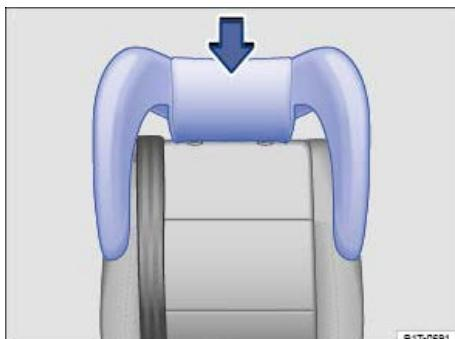

Abb. 105 Integrierter Kindersitz: Seitliche Kopfstützen einbauen.
Der integrierte Kindersitz kann mit einer *Kindersitz-Kopfstütze mit Seitenteilen* ausgestattet werden ⇒ Abb. 105 .
- Kindersitz-Kopfstütze in die Führungen der entsprechenden Rücksitzlehne stecken, bis die Kindersitz-Kopfstütze sicher verrastet ⇒ Abb. 105 .